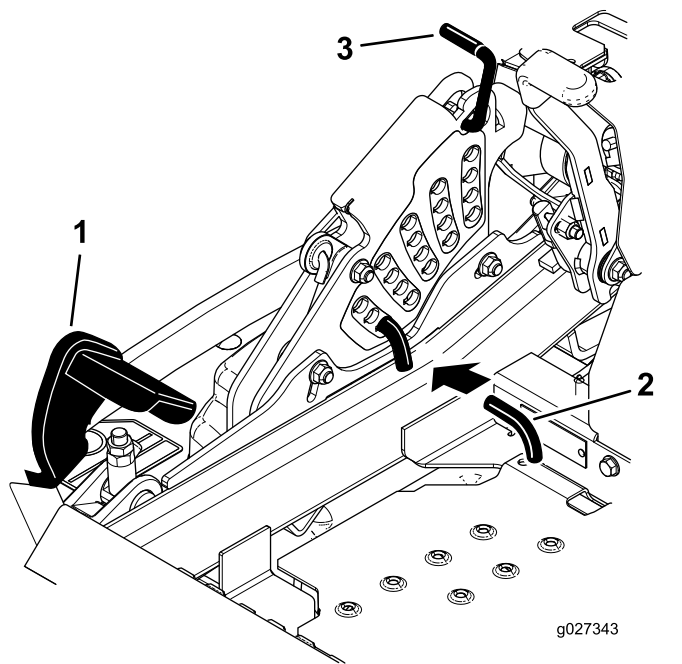

Figura 28
2. Pise el pedal de elevación de la carcasa y eleve la carcasa a la posición de transporte (que es también la posición de altura de corte de 140 mm [5½"])] como se muestra en Figura 28.
3. Para ajustar la altura de corte, gire el pasador 90 grados y retire el pasador del soporte de altura de corte (Figura 28).
4. Seleccione el taladro del soporte de altura de corte que corresponde a la altura de corte deseada, e inserte el pasador (Figura 28).